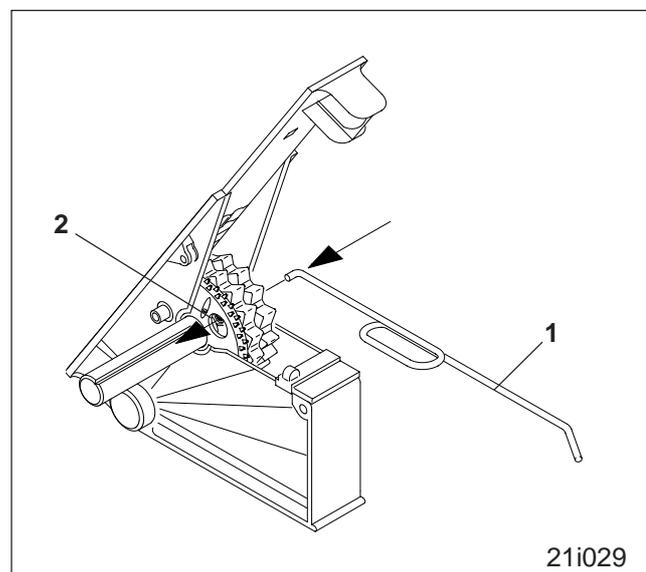

Fig. 10.3
- Drücken Sie mit dem mitgelieferten Schlüssel (Fig. 10.3/1) bei jedem Särad den Stift (Fig. 10.3/2) gegen das Feinsärad. Verbindung anschließend prüfen!